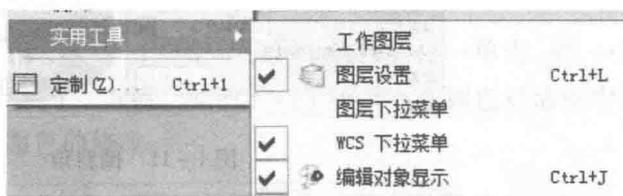

图 1-7 添加或移除按钮
(6) 添加和移除按钮（图 1-7）：单击【标准】工具条右侧的小三角符号“▼”→选择“添加或移除按钮”→选择“标准”→从弹出的列表中选择需要添加或移除的按钮→单击任何其他地方关闭列表。
(7) 工作坐标系（WCS）：WCS 在图形窗口中显示，用于测量坐标值和指定方位，可以移动和重定位 WCS。